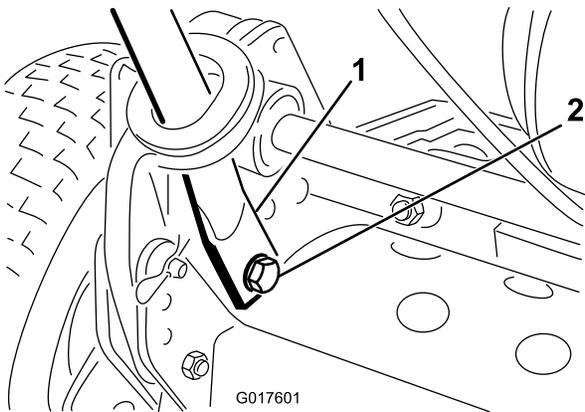

図 4
4. ハンドルの端を内側にたわめながら、取り付けピンに通す（図 4）。
5. 付属のボルトとワッシャとロックワッシャを使って、ハンドルの端部を取り付けピンに固定する（図 4）。
6. 先ほど外したボルトとロックワッシャを使って、ハンドル・アームの下部を機体の左右に固定する（図 4）。ハンドル・アームの取り付け穴にブッシュを入れるのを忘れないこと。
7. 先ほど取り外したヘアピンコッターとリングピンを使ってハンドルアームをフレームに固定する（図 4）。